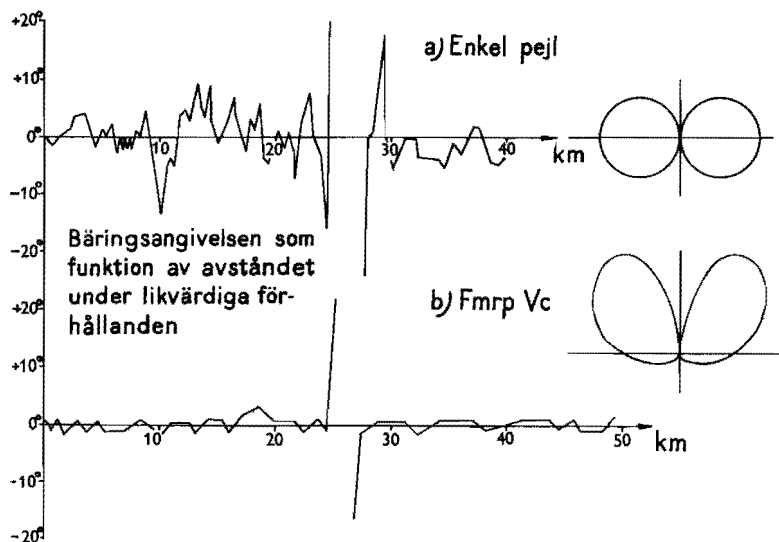

Bild 11. Pejlkurvor för enkel pejl (a) och kardioidpejl (b)
- Bild 11. Pejlkurvor för enkel pejl (a) och kardioidpejl (b)
Genom att pejldiagrammet för kardioidpejlen är koncentrerat i två lobar med endast  $80^\circ$  mellan maximumpunkterna är denna pejl mindre benägen att ta upp reflekterad strålning från föremål i pejlens närhet än den enkla pejlen är. Innebörden av detta framgår av bild 11 som
På bild 11 ser man att det yttersta fältstyrkeminimet ligger ungefär vid 26 km avstånd och där är pejling omöjlig.